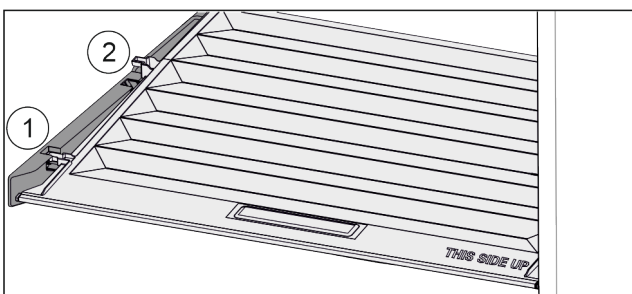

Fig. 35
- ▶ Кришку до отвору в деталях для підтримки потягнути вперед Fig. 35 (1).
- ▶ Підняти ззаду знизу та вийняти Fig. 35 (2) вгору.